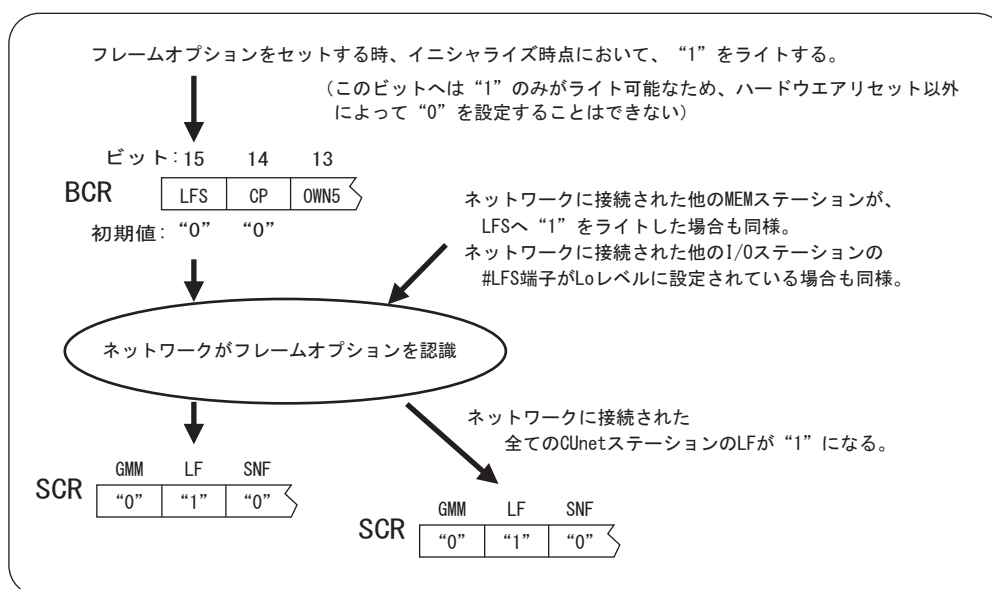

図 4.40 フレームオプションの設定
フレームオプションの設定は、“4.1.3 コミュニケーション起動前の設定（イニシャライズ）から起動まで”に記述された操作の②-③の時点において、BCR（Basic Control Register）のビット15（LFS：Long Frame Select）へ“1”をライトしてください（図4.40参照）。